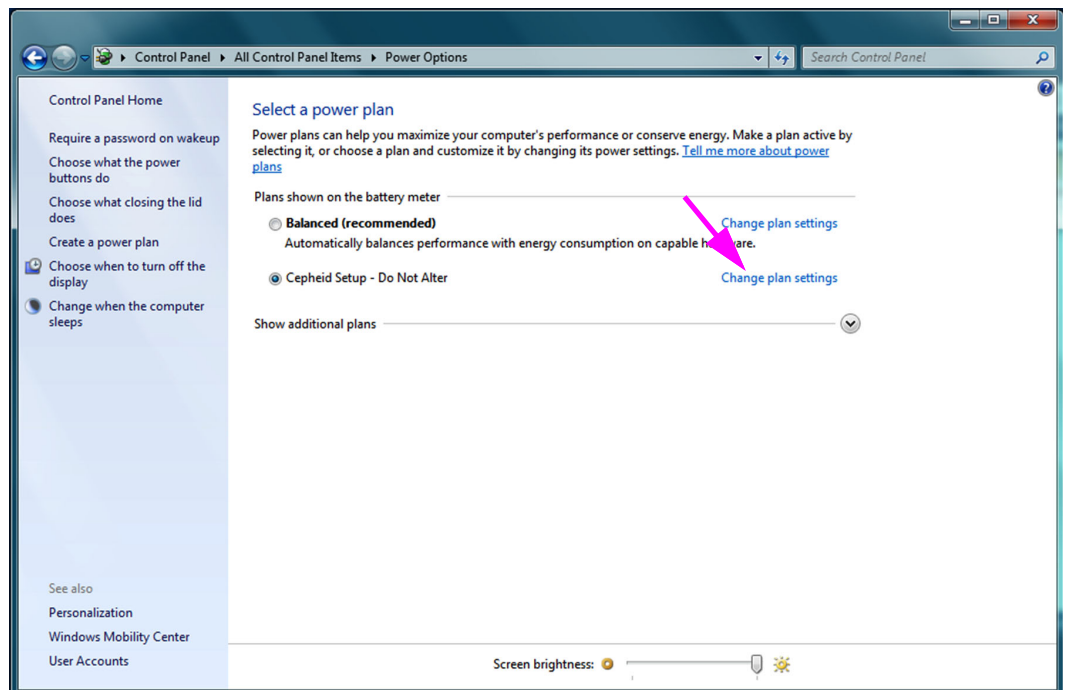

Figure 2-19. Fenêtre Power Options (Options d'alimentation)
3. Cliquez sur **Change plan settings (Modifier les paramètres du plan)** dans la section **Cepheid Setup - Do not Alter (Configuration Cepheid – Ne pas modifier)**. Voir Figure 2-19. La fenêtre **Edit Plan Settings (Modifier les paramètres du plan)** s'affiche. Voir Figure 2-20.
10. **Pour les portables uniquement** : Cliquez sur **Cancel (Annuler)** pour fermer la fenêtre Edit Plan Settings (Modifier les paramètres du plan). La fenêtre Power Options (Options d'alimentation) s'affiche (cf. Figure 2-19).